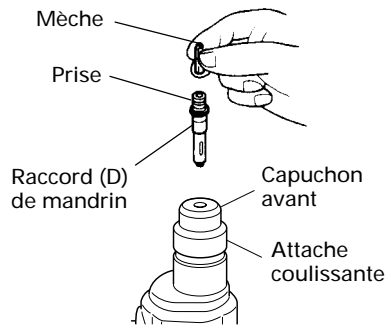

Fig. 11
4. Lors du vissage des vis machine (Fig. 11)
- Ne pas essayer d'utiliser le marteau rotatif en fonction de rotation et percussion lorsque l'adaptateur (D) de mandrin et la pièce sont attachés.
5. Enfoncement de vis à bois (Fig. 11)